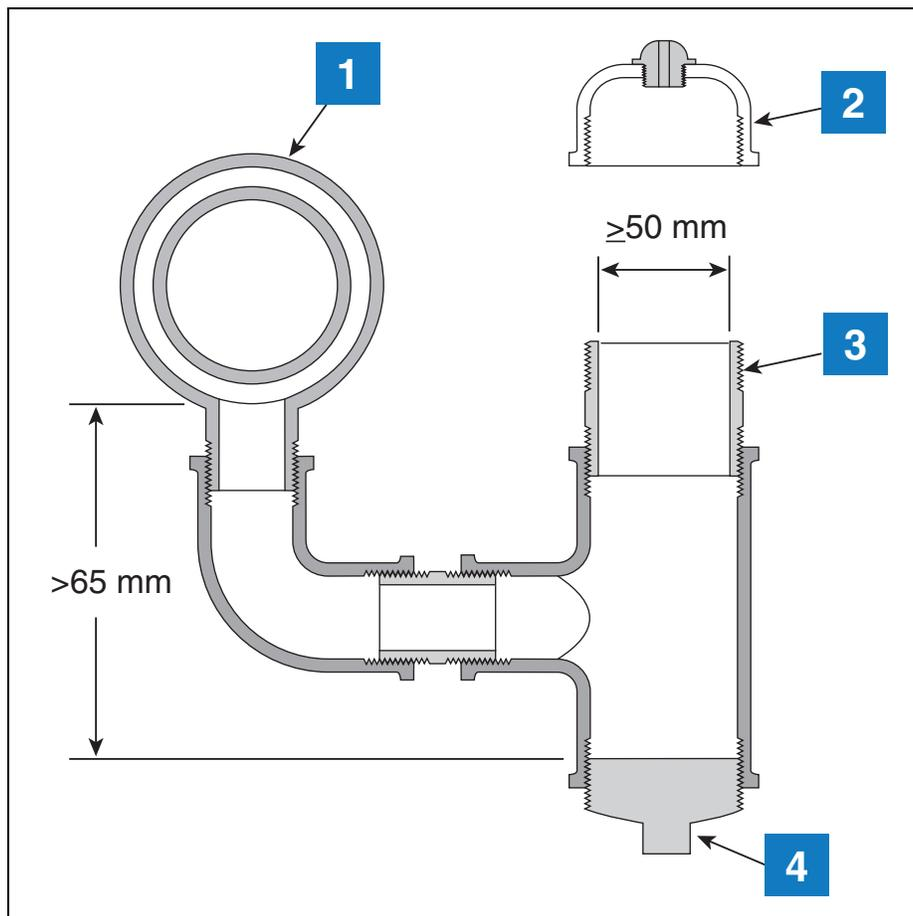

Figura 15. Exemplo de Instalação de Cárter de Tubulação de Duplo Revestimento
Deve ser utilizado um cárter com pelo menos 50 mm de diâmetro interno no ponto mais baixo do tubo exterior. O cárter deve ser concebido de modo a que qualquer líquido presente no interstício do tubo flua diretamente para o cárter. Figura 15 mostra um exemplo de cárter fabricado a partir de ligações para tubos padrão. O tubo de ascensão do cárter deve disponibilizar uma rosca BSP externa de 2 pol. (51 mm) na instalação de uma tampa de prensa cabos da Veeder-Root.
**LEGENDA PARA CAIXAS NUMERADAS NA Figura 15**